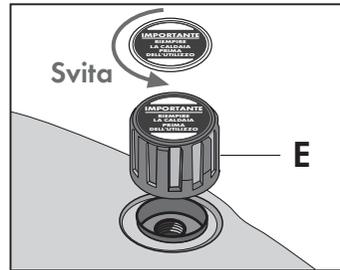

Fig. 28
- a) Togliere il tappo di riempimento (E) (Fig. 28).